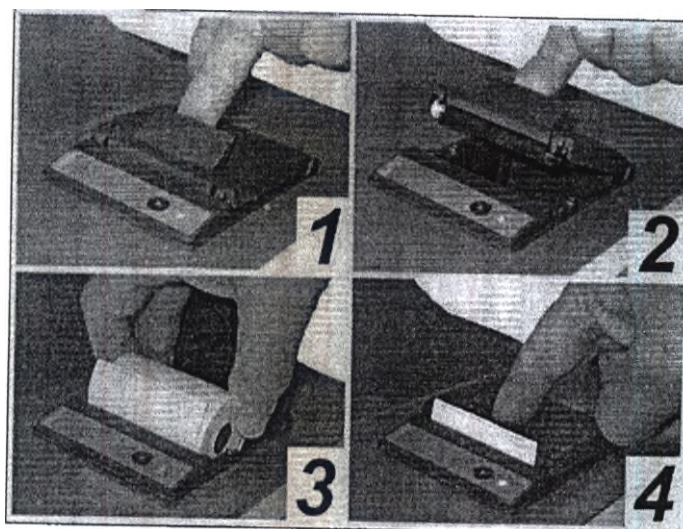

Рисунок 18 Замена бумаги для принтера
- Откройте отсек для бумаги, потянув за его рычажок, см. рисунок 18, позиции 1 и 2.